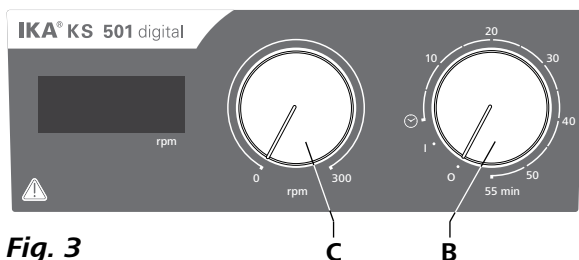

Fig. 3
- ☞ 开启仪器时，顺时针转动“**开/关**”和“**定时**”旋钮(B,见Fig. 3)至“**1**”位置。
- ☞ 开启仪器时，顺时针转动“**开/关**”和“**定时**”旋钮(B,见Fig. 3)至“**☺**”位置。
- ☞ 转动“**转速**”旋钮(C,见Fig. 3)设定马达转速。马达转速可在0到300 rpm范围内调整。